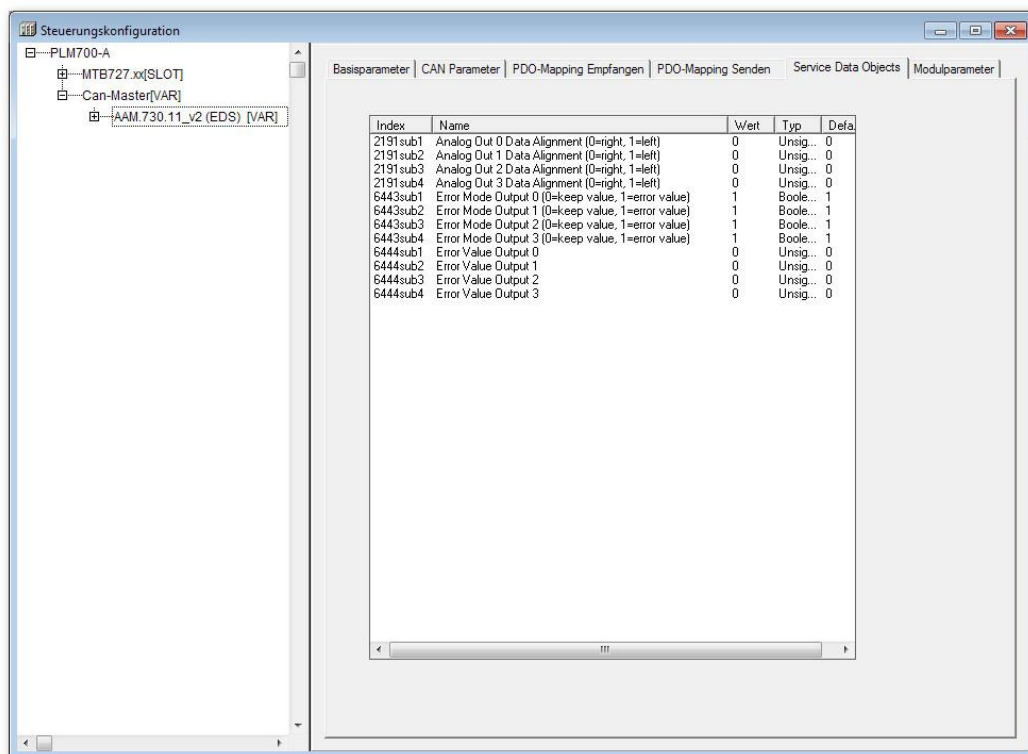

Abb. 7-7: Service Data Objects (SDOs) zur Parametrierung eines CAN-Slaves
- Wählen Sie den Reiter *Service Data Objects* und parametrieren Sie das Modul, indem Sie die entsprechenden Änderungen in der Spalte *Wert* vornehmen (Abb. 7-7). Die genaue Bedeutung der einzelnen Parameter entnehmen Sie bitte der jeweiligen Modul-Dokumentation.